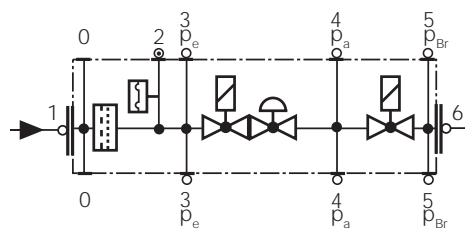

Рис. 55
- Заменяйте фильтр, если разница давления между точками 1 и 3 (Рис. 55)  $\Delta p > 10$  мбар.